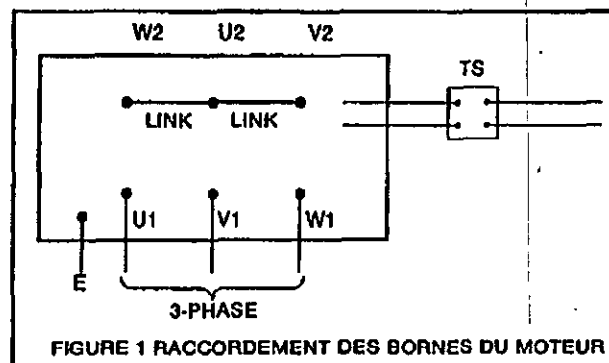

FIGURE 1 RACCORDEMENT DES BORNES DU MOTEUR
Les fils provenant du coupe-circuit thermique doivent être raccordés à un connecteur (TS) (voir figure 1) et sont raccordés en série avec la bobine au contacteur d'alimentation.